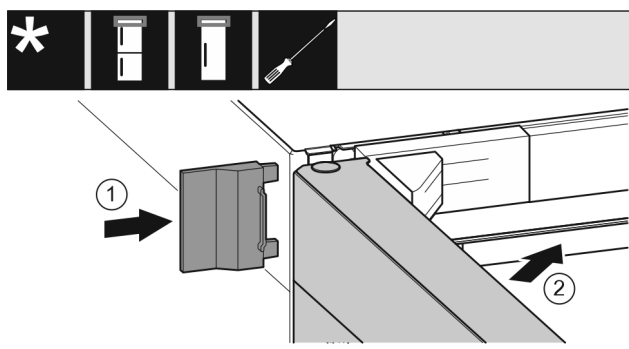

Fig. 64
- ▶ Nataknite vanjski poklopac Fig. 64 (1).
- ▶ Zatvorite gornja vrata Fig. 64 (2).